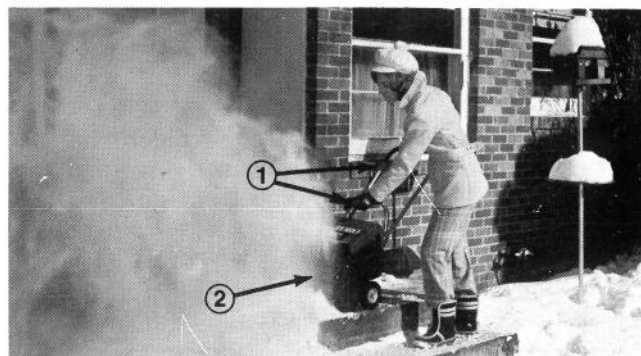

Figure 12
5. Pour déneiger les escaliers ou pour enlever les bancs de neige épais, tenez la déneigeuse par les mancherons du haut et du bas et procédez avec un mouvement de balayage d'un côté à l'autre (Figure 12).